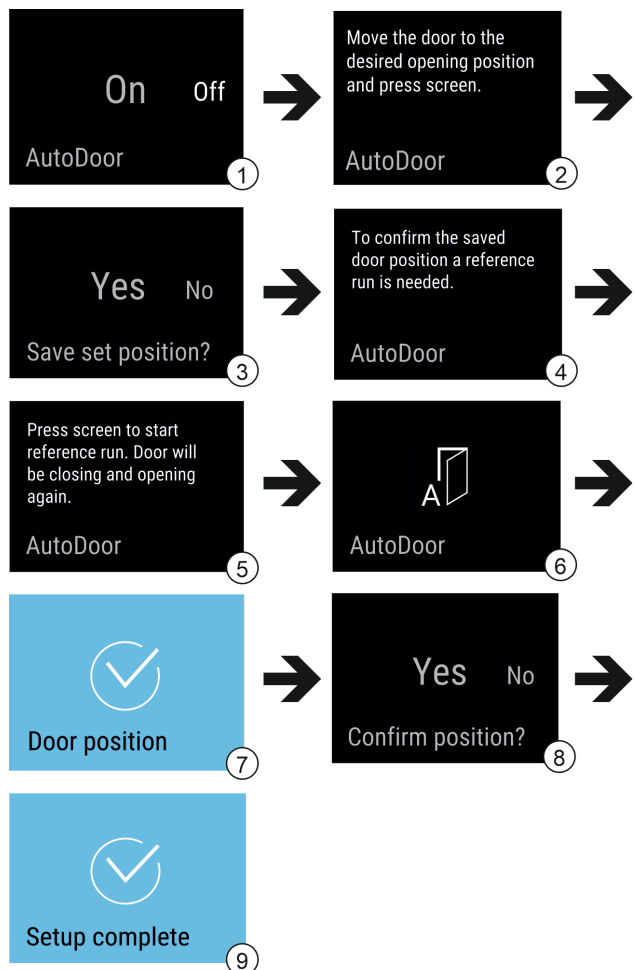

Fig. 14 Примерно изображение на индикациите на английски език
▶ Активиране на AutoDoor: На дисплея плъзнете индикацията на On. Fig. 14 (1)
- ▶ Натиснете дисплея в продължение на 3 секунди. *Fig. 14 (1)*
- ▶ Конфигуриране на ъгъла на отваряне на вратата: Отворете вратата на поне 70°. *Fig. 14 (2)*
- ▶ Потвърждаване на ъгъла на отваряне на вратата: Докоснете съобщението на дисплея. *Fig. 14 (3)*
- ▶ Стартиране на референтно движение: Докоснете дисплея. *Fig. 14 (5)*
- ▷ Дисплеят мига. *Fig. 14 (6)*
- ▷ Референтното движение е успешно: Дисплеят става син за 2 секунди. *Fig. 14 (7)*
- ▶ Потвърдете на ъгъла на отваряне на вратата. *Fig. 14 (8)*
- ▷ Дисплеят става син. *Fig. 14 (9)*